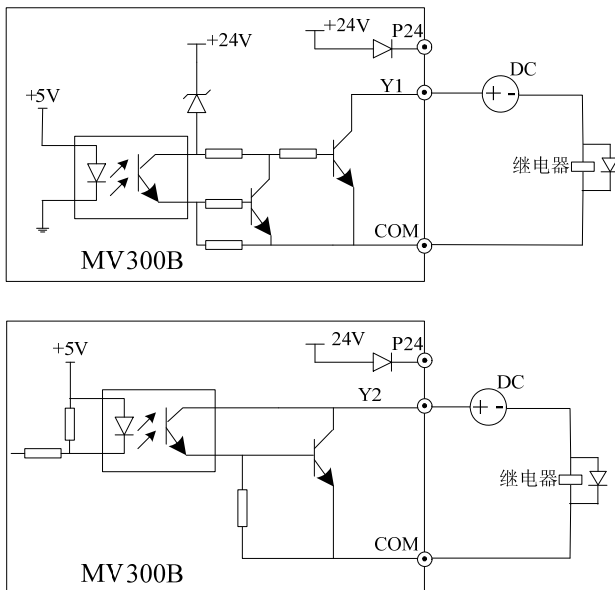

图3-19 多功能输出端子接线方式 2
2. 多功能输出端子 Y1、Y2 也可使用外部电源，接线方式请参见图 3-19。